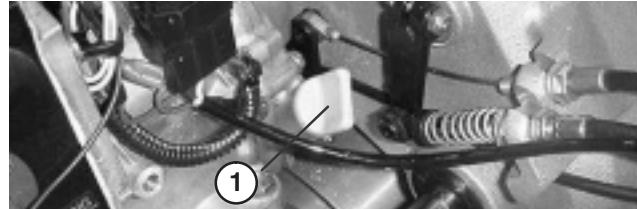

Figure 8
- Disposez la machine de sorte que le moteur soit de niveau et nettoyez la surface autour de la jauge d'huile (Fig. 8).